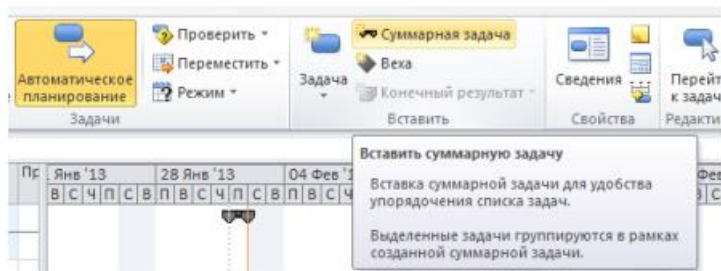

Рис. 25: Кнопка Суммарная задача
1. В представлении Диаграмма Ганта на вкладке Задача в группе Вставить нажмите кнопку Суммарная задача (см. Рис. 25).